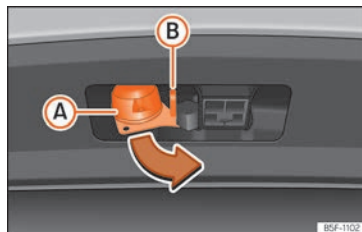

Fig. 275 Girar el conector de 13 polos
- Agarre el conector de 13 polos por la zona (A) y extráigalo en el sentido de la flecha » » fig. 275.
- Agarre el conector de 13 polos por la zona (A) e introdúzcalo en el sentido contrario al de la flecha » » fig. 275.
El ojal de seguridad (B) » » fig. 275 sirve para enganchar el cable de retención del remolque.